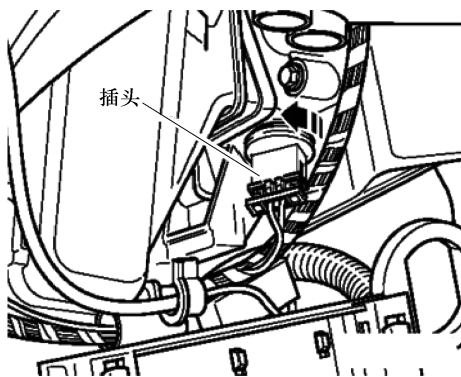

图 11-3-9 拆卸蒸发器温度传感器
② 脱开蒸发器温度传感器 G308 或蒸发器出风口温度传感器 G263 的插头，如图 11-3-9 所示。